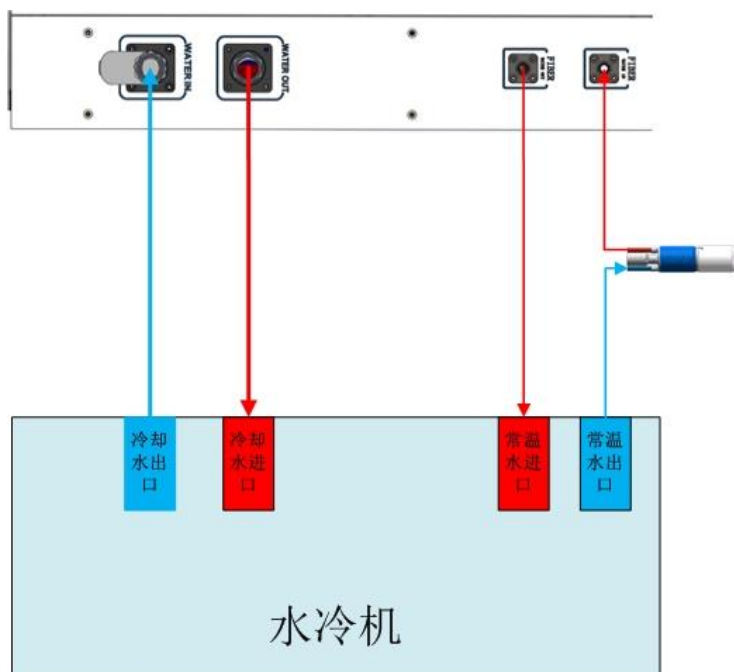

图 10 激光器冷却系统连接示意图
- a) 激光器冷却水连接如图 10 所示，箭头方向表示水流方向；